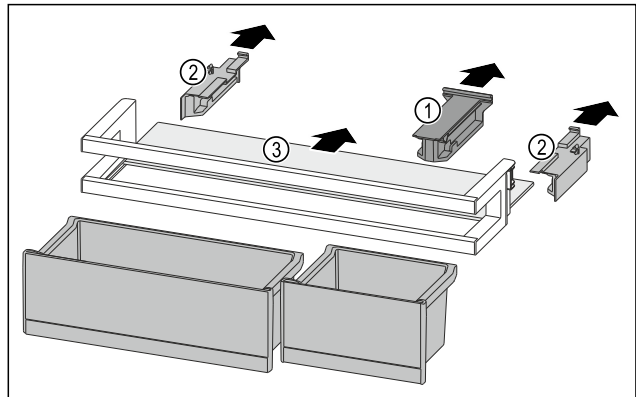

Fig. 248
- ▶ Halteteil Fig. 248 (1) abziehen.
- ▶ Seitenteile Fig. 248 (2) abziehen.
- ▶ Abstellfläche Fig. 248 (3) entnehmen.